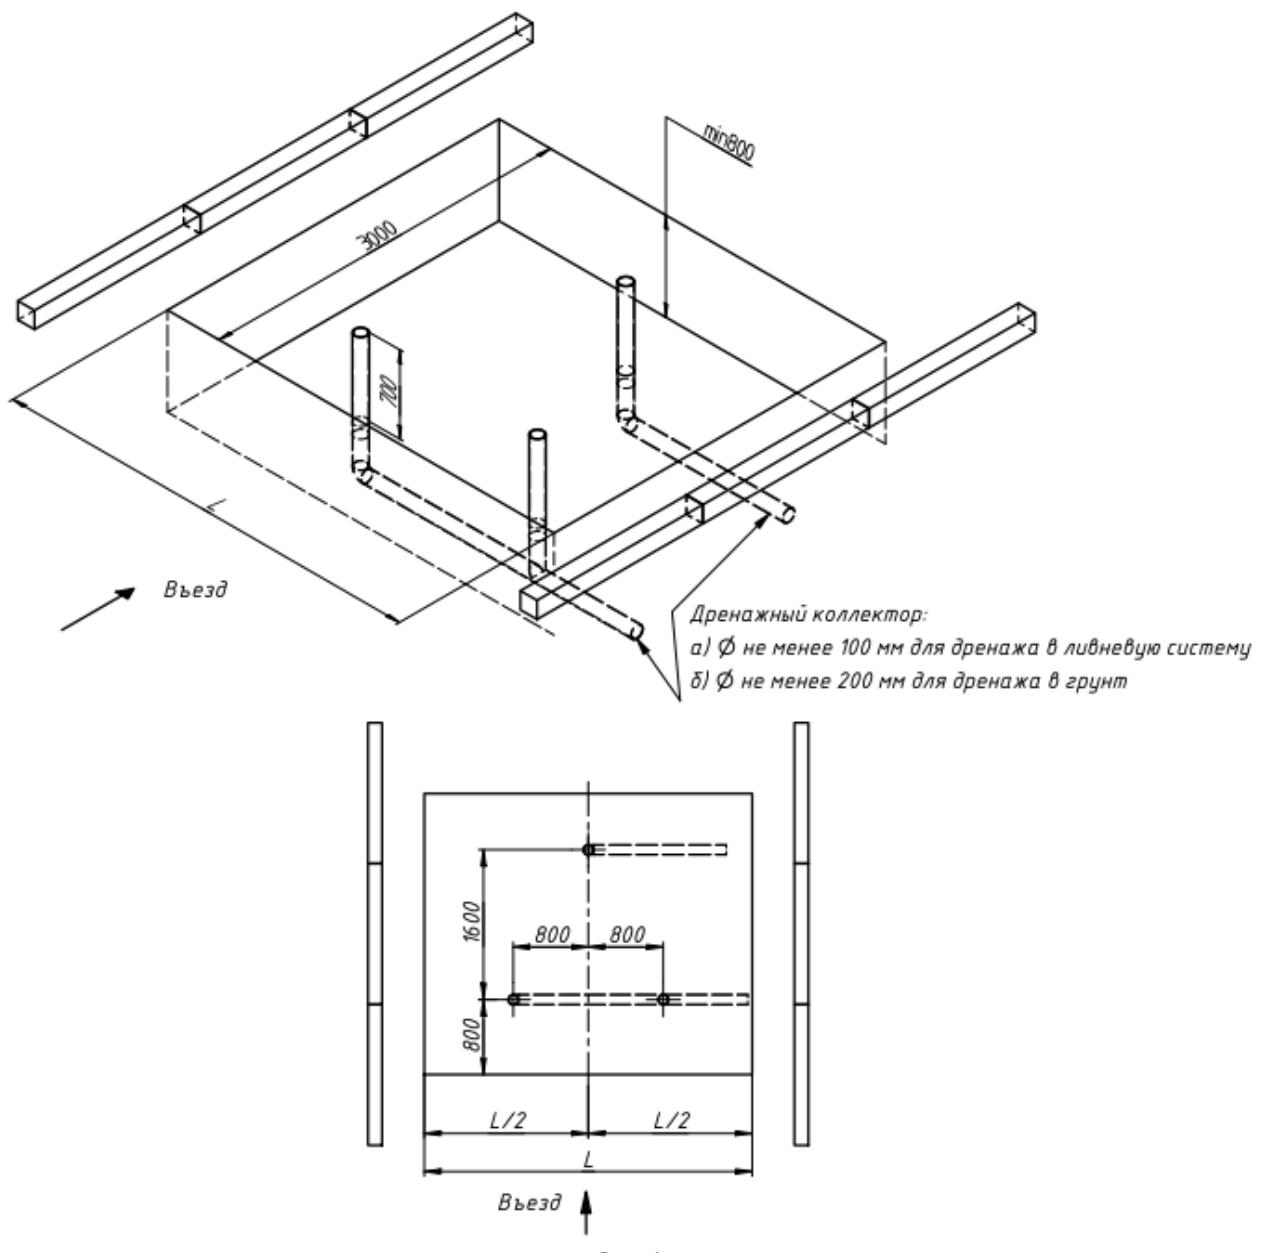

Рис.1
1.2.1 Произвести разметку и выемку грунта в месте установки блокиратора. Смонтировать дренажный коллектор для отвода поверхностных вод (рис. 1).